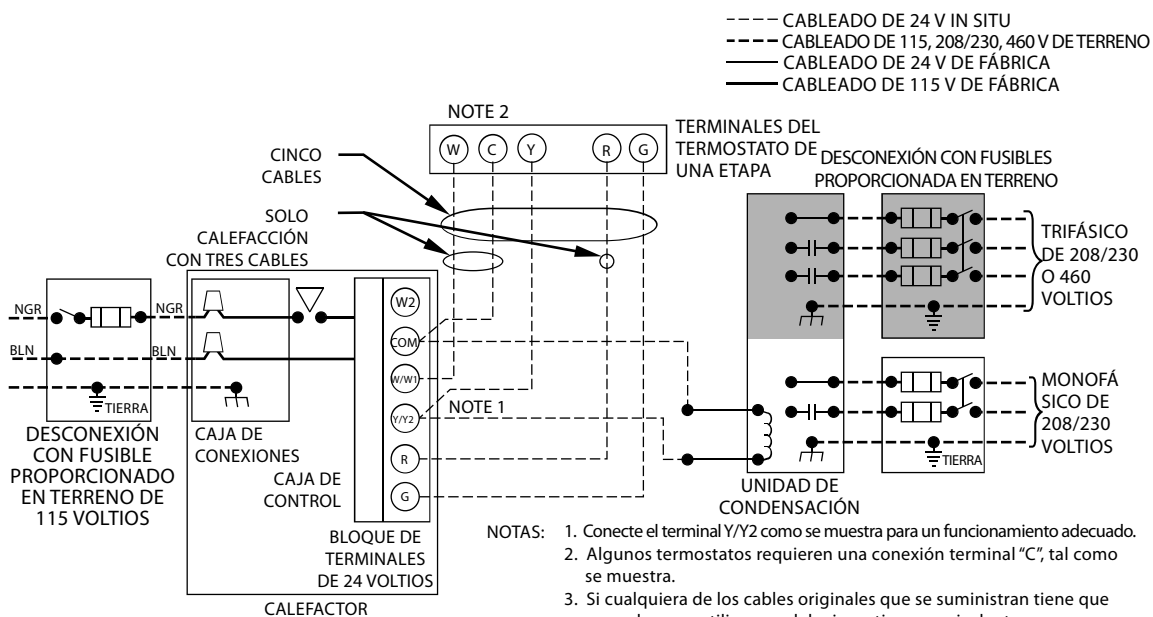

Figure 23 – Schéma de câblage du chauffage et de climatisation
Consultez la Figure 23 pour le schéma de câblage illustrant un câblage type de 115 V. Vérifiez que toutes les connexions électriques faites en usine ou sur place sont bien serrées.
12. Effectuez le câblage et l'installation du coffret électrique. Raccordez les fils de tension de ligne (voir la Figure 23). Utilisez les meilleures pratiques (NEC aux États-Unis pour les traversées de câbles, serre-fils, etc.).
5. Raccordez les fils de tension de ligne (voir la Figure 23).
Effectuez les connexions 24 V au bornier 24 V (voir la Figure 23). Branchez la borne Y conformément à la Figure 42 pour assurer une bonne climatisation. N'utilisez que le fil de thermostat en cuivre AWG n° 18, codé par couleur.